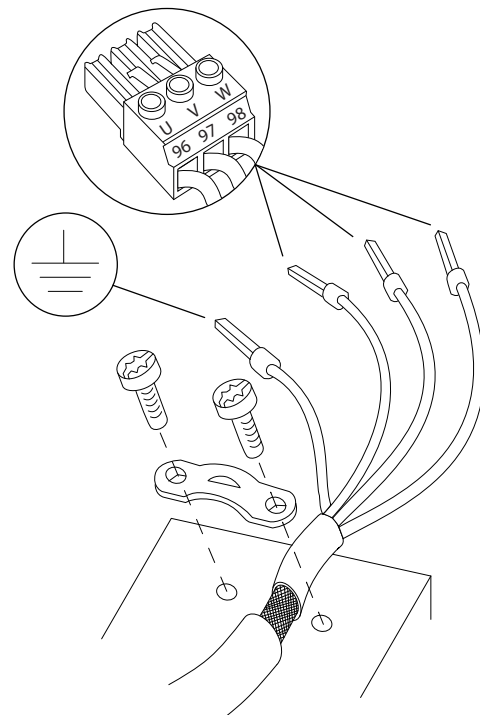

Abbildung 4.4 Motoranschluss
3. Schließen Sie das Erdungskabel gemäß den Erdungsanweisungen in Kapitel 4.3 Erdung, siehe Abbildung 4.4, an die nächstgelegene Erdungsklemme an.
4. Schließen Sie die 3 Phasen des Motorkabels an die Klemmen 96 (U), 97 (V) und 98 (W) an (siehe Abbildung 4.4).